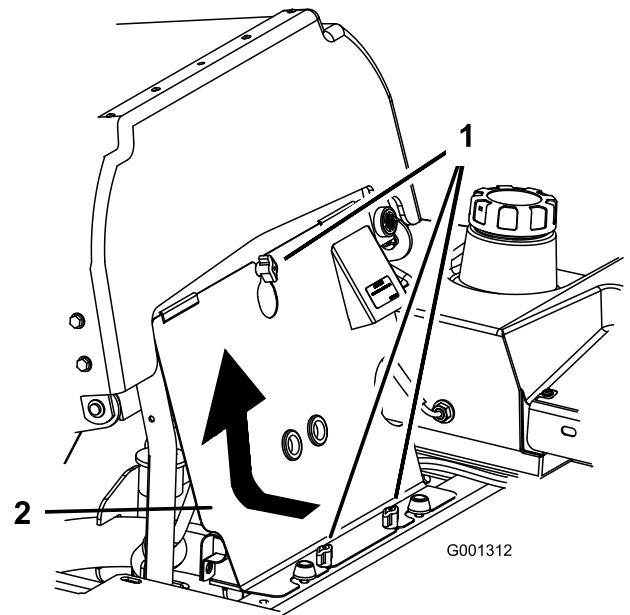

Figura 67
- Afloje los cierres del panel delantero del motor y retire el panel (Figura 67).